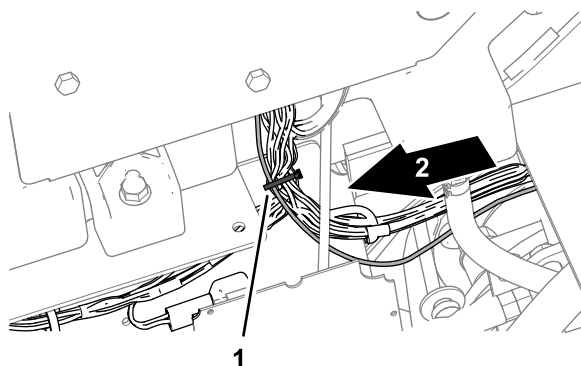

Bild 17
- Befestigen Sie den Stromkabelbaum an der Abdeckung des Armaturenbretts mit einem Kabelbinder am Kabelbaum der Maschine, wie in Bild 17 abgebildet.